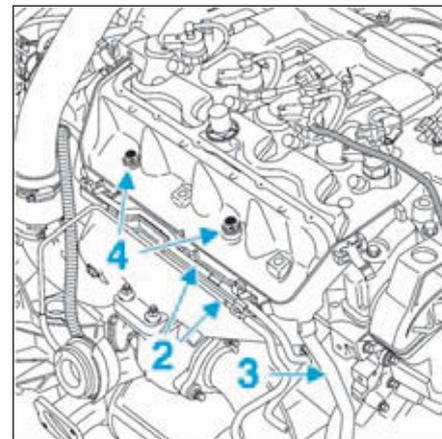

FIG.143
- Dégrafer les durites (2) de l'électrovanne de régulation de pression de suralimentation (Fig.143).
- Débrancher le tuyau d'évacuation (3) de carburant.
- Déposer les vis (4), puis déposer le protecteur de rampe.